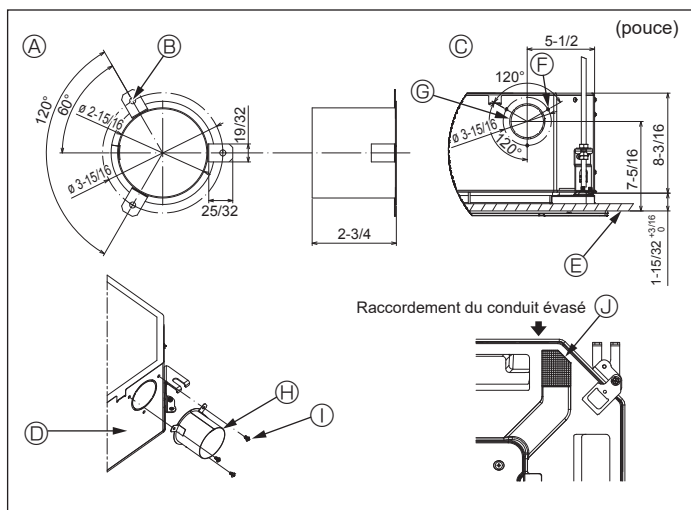

Fig. 2-3
2.3. Installation de conduit (en cas d'arrivée d'air frais) (Fig. 2-3)